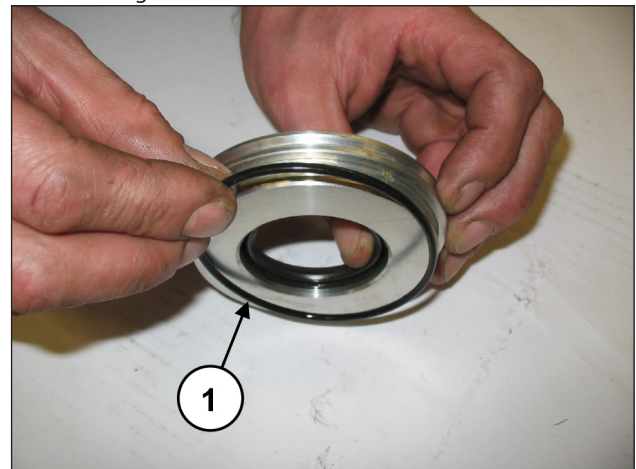

Abb. 94
Setzen Sie den O-Ring (Pos. ①, Abb. 94) in den Sitz des Ölabbstreifring-Deckels ein.